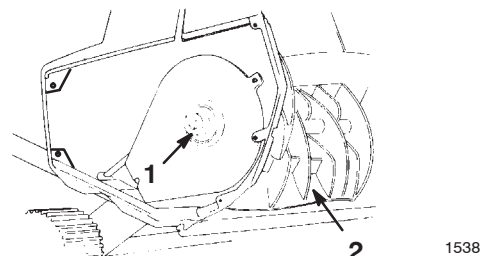

Figure 12
2. À l'aide d'une clé Allen de 5/16 pouce, tournez l'arbre de rotor dans le sens horaire (filetage à gauche) tout en tenant le rotor (Fig. 12).